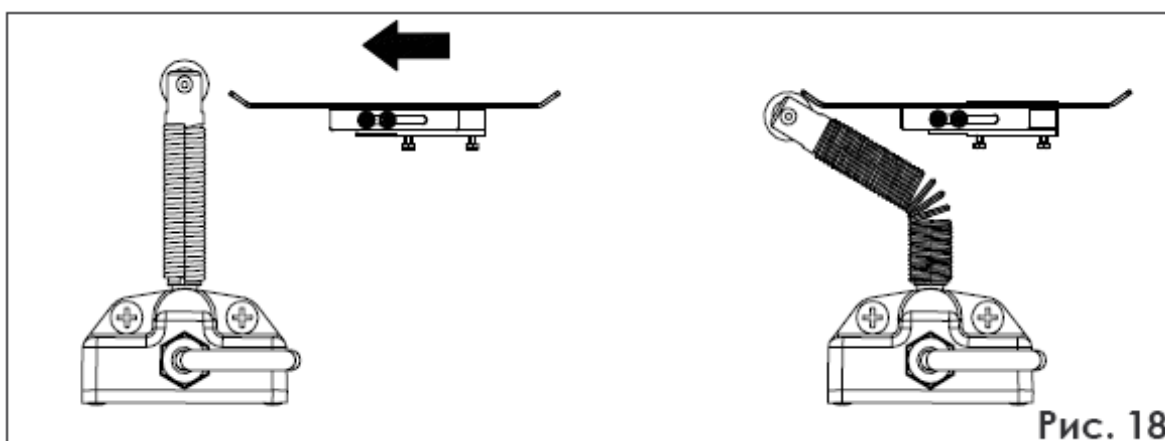

Рис. 18
- а) Пластина должна активировать концевой выключатель профильной частью, как показано на рис.18.